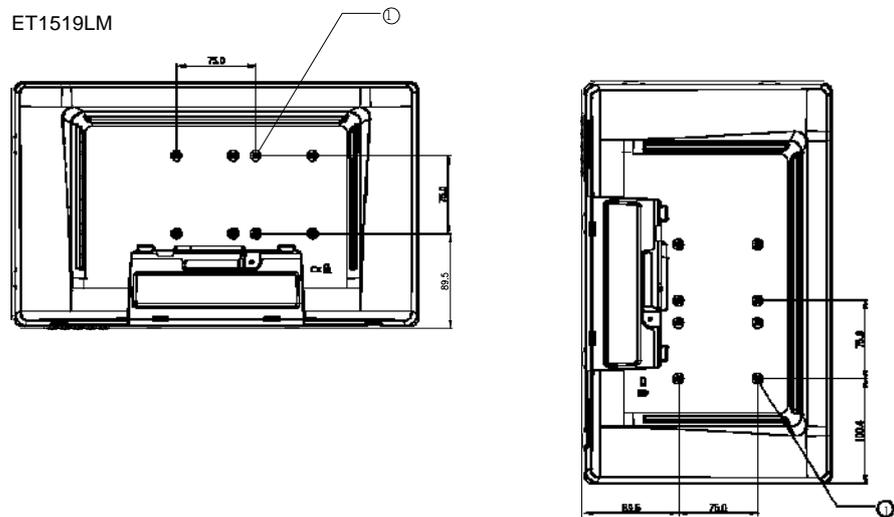

Figura 2-1 : Posizione dell'interfaccia di montaggio VESA, senza piedestallo
- 1 Se lo schermo è già collegato ad un piedestallo, togliere le quattro viti che collegano il piedestallo al display (vedi *Figura 2-1*, articolo ①). Staccare il piedestallo dal display.